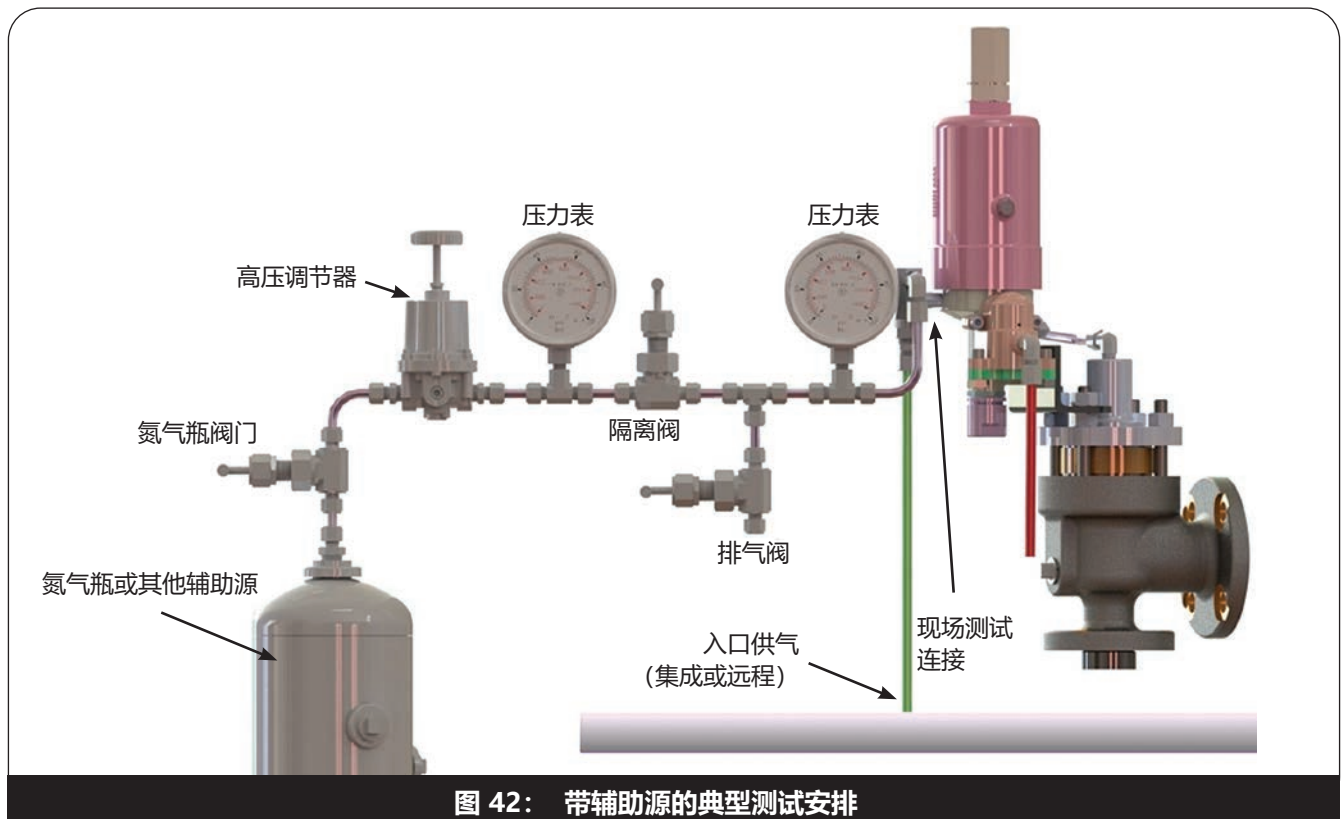

图 42： 带辅助源的典型测试安排
2. 将**现场测试安排**连接至**现场测试连接** (图 42)。